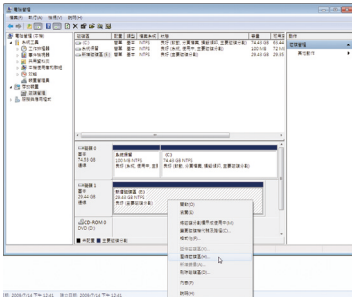

图1
- 步骤二: 选择要当做储存磁盘区的SSD硬盘(若该硬盘尚未配置,请先新增磁盘区),在该硬盘的磁盘区按右键,选择「压缩磁盘区」。(图1)